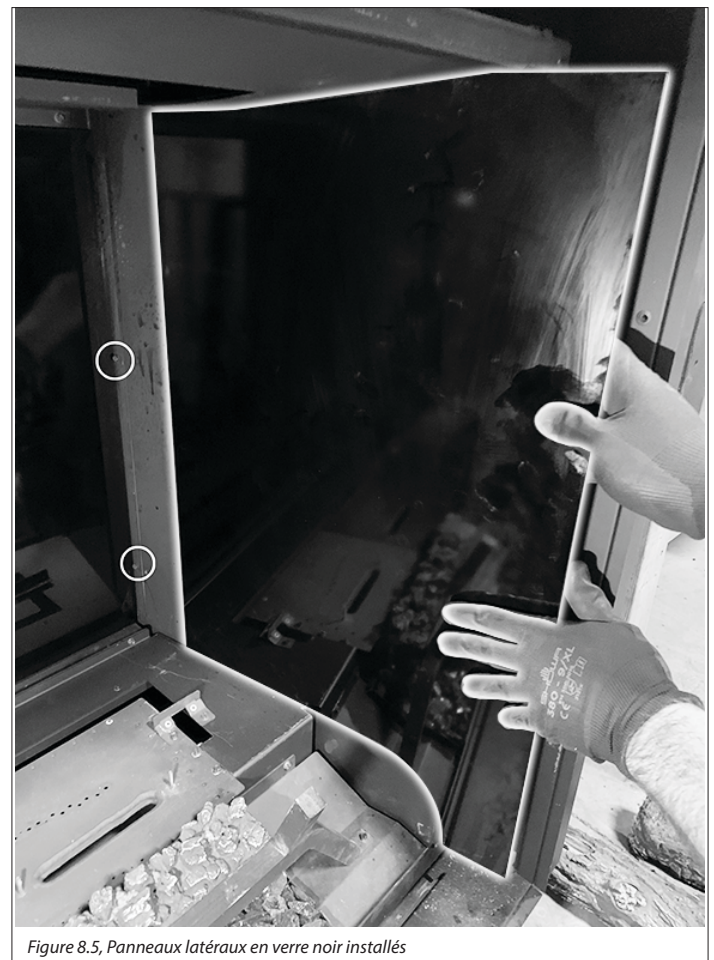

Figure 8.5, Panneaux latéraux en verre noir installés
2. Installez les panneaux réfractaires latéraux. En les inclinant, insérez d'abord l'arrière des panneaux, puis pivotez-les vers le haut. Fixez-les avec (2) clips de fixation de chaque côté. Voir la Figure 8.5.
2. Installez les panneaux latéraux en verre noir. En les inclinant, insérez d'abord l'arrière des panneaux, puis pivotez-les vers le haut. Fixez en place avec (2) clips de chaque côté. Voir la Figure 8.5.